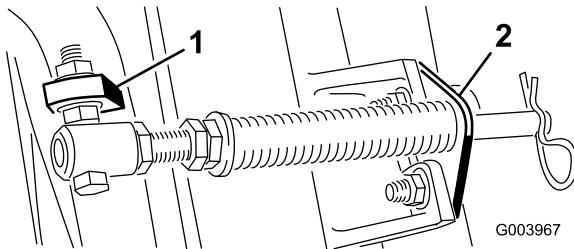
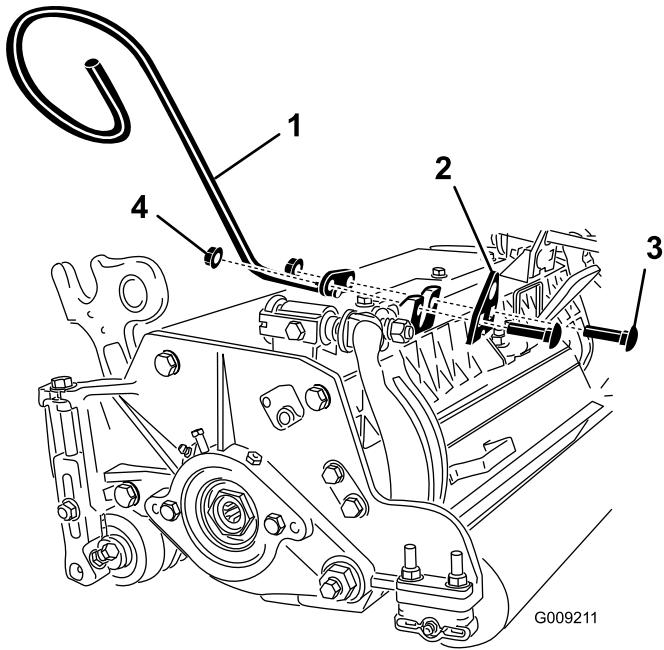

図 6
図 8
C. スプリング・チューブのボルトを、反対側のキャリア・フレームのタブに取り付け、フランジ・ナットで固定する。図 6に示すように、ボルトの頭部がタブの外側を向くように取り付けること。
D. カッティングユニットのタブにロッド・ブラケットを取り付け、キャリッジ・ボルト2本とナットで固定する（図 6）。また、ロッド・ブラケットの再取り付けを行うときに、#4（左前）カッティングユニットで、ユニットのタブの前に、左ホースガイドを取り付ける（図 8）。